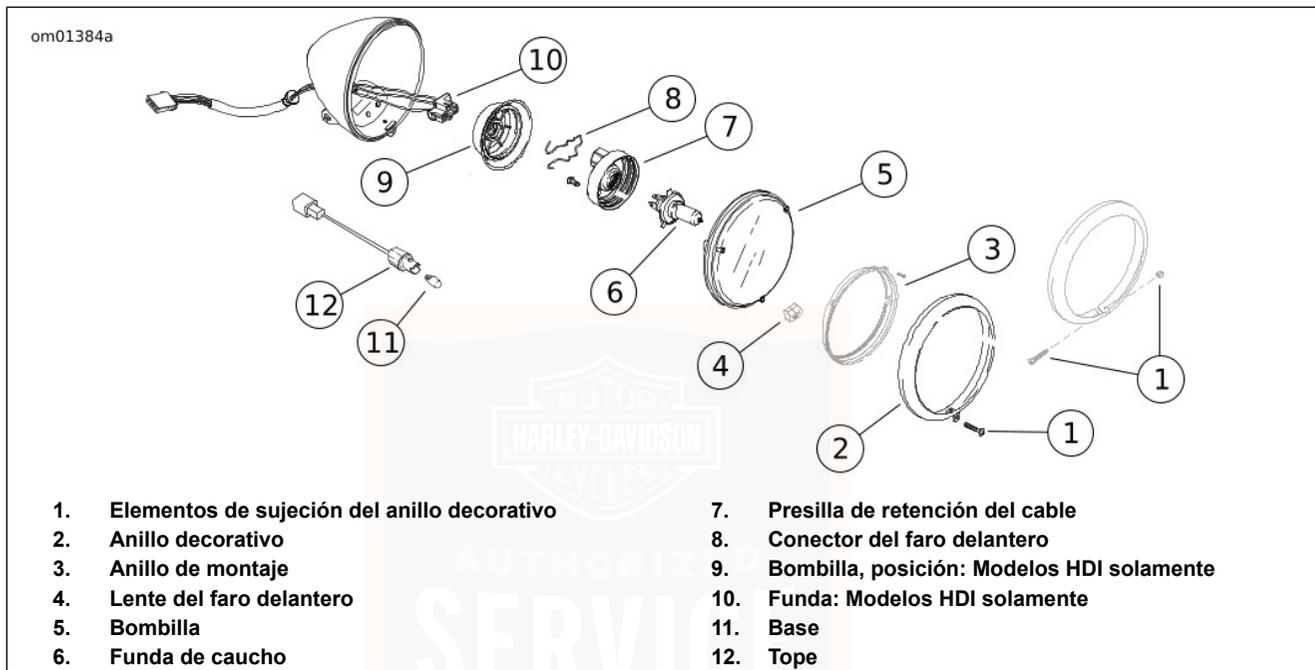

Figura 57. Bombillas del faro delantero
2. Vea Figura 57. Quite los elementos de sujeción del anillo decorativo (1). Quite el anillo decorativo (2).
3. Quite el anillo de montaje (3) y el tope, si están equipados.
4. Desconecte el conector del faro delantero (8) de la bombilla (5).
5. Quite la funda de caucho (6), si está equipada, de la parte trasera del lente del faro delantero (4).
6. Extraiga la presilla de retención del cable (7) de la base del faro delantero.
8. **Para los modelos internacionales solamente:** Gire la funda (10) un cuarto de vuelta y extraiga el conjunto de la bombilla de la caja. Tire de la bombilla de posición (9) para extraerla de la funda.